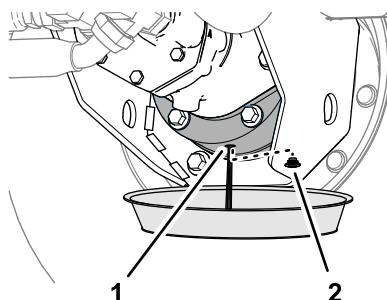

Bild 97
6. Stellen Sie eine Auffangwanne unter das Bremsgehäuse, entfernen Sie die Ablassschraube und lassen Sie das Öl vollständig ablaufen (Bild 97).